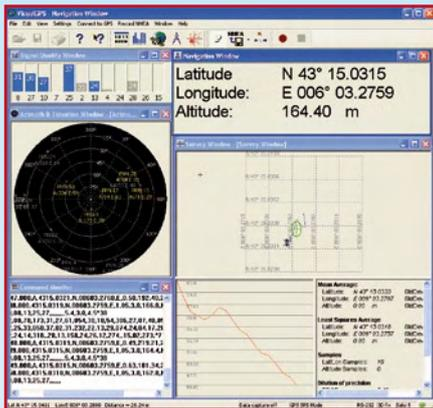

Figure 3. VisualGPS offre un affichage très complet.
– **VisualGPS** [3] qui est un des plus complets et offre tout à la fois, comme le montre la **figure 3**, un affichage en clair des informations fournies par le GPS, ainsi que le contenu des trames délivrées par celui-ci avec, en outre, la possibilité de les enregistrer dans